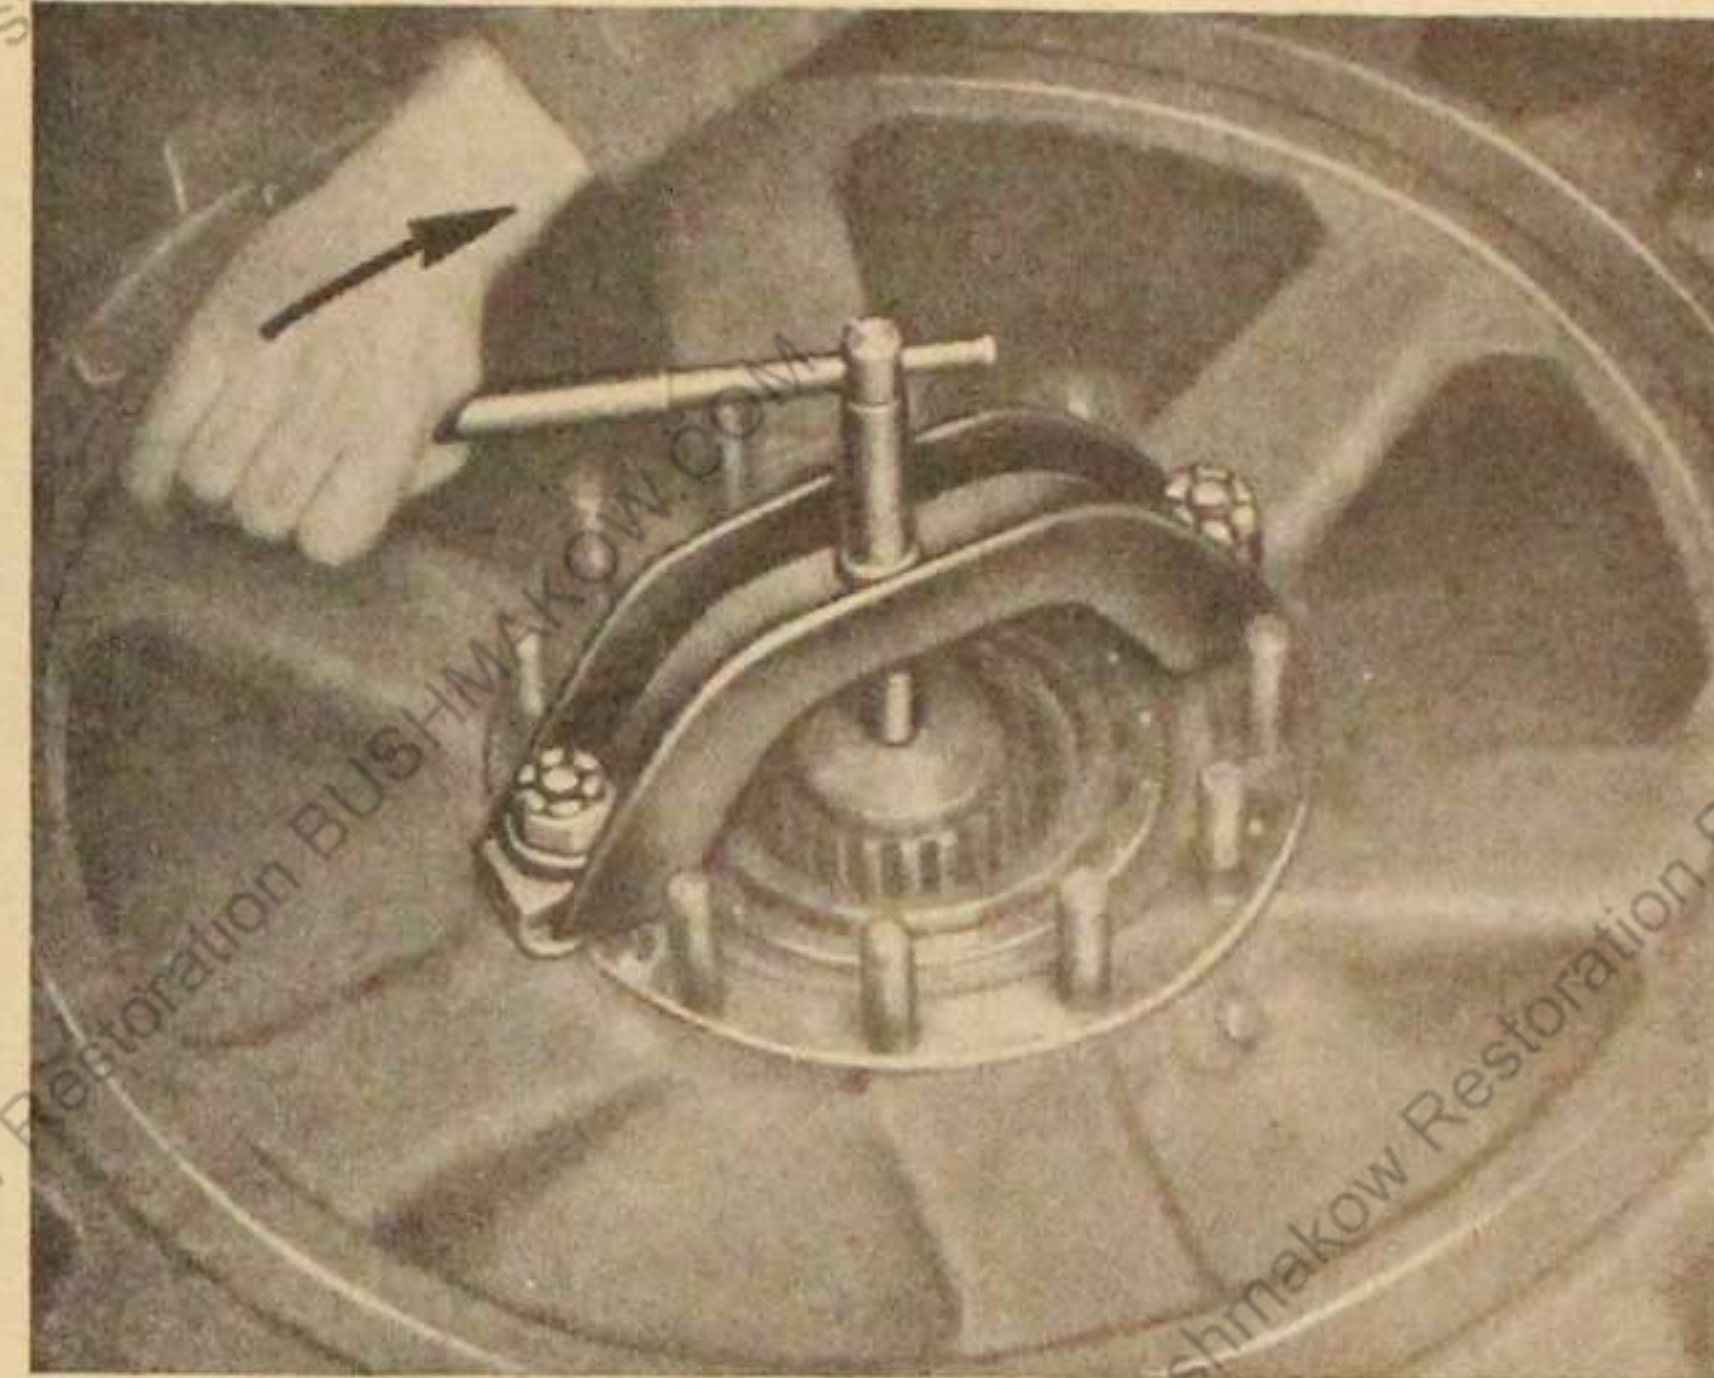

Bild 20
11. Abziehbügel K 7660/12 anschrauben (Bild 20 u. Anhang: Zeichnung 2).